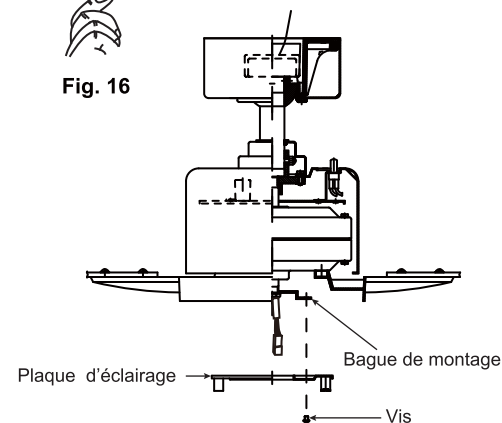

Fig. 17
Étape 1. Desserrez les deux vis sur la bague de montage fixée à l'arbre du moteur, puis retirez et conservez la troisième vis. (Fig. 17).